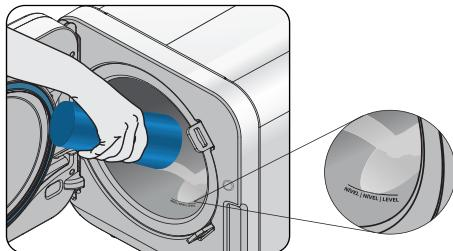

Fig. 2
4. Abra a porta da autoclave e coloque **água destilada** na câmara até atingir a marca de nível (Fig. 2).